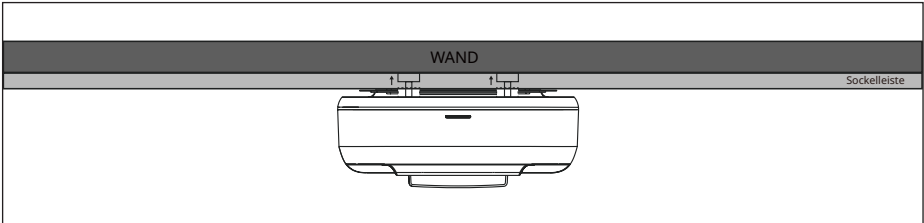

Abb. 2
- Auf der Rückseite der Ladestation befinden sich zwei Knöpfe, die dabei helfen, die Ladestation an der Wand zu positionieren (siehe Abb. 2). Passen Sie diese Knöpfe der Wandoberfläche entsprechend an, um sicherzustellen, dass die Ladestation parallel zur Wand steht und einen sicheren Stand hat. Achten Sie nach der richtigen Platzierung darauf, dass die Vorderseite der Ladestation nach vorne zeigt, und schließen Sie sie an die Stromquelle an.